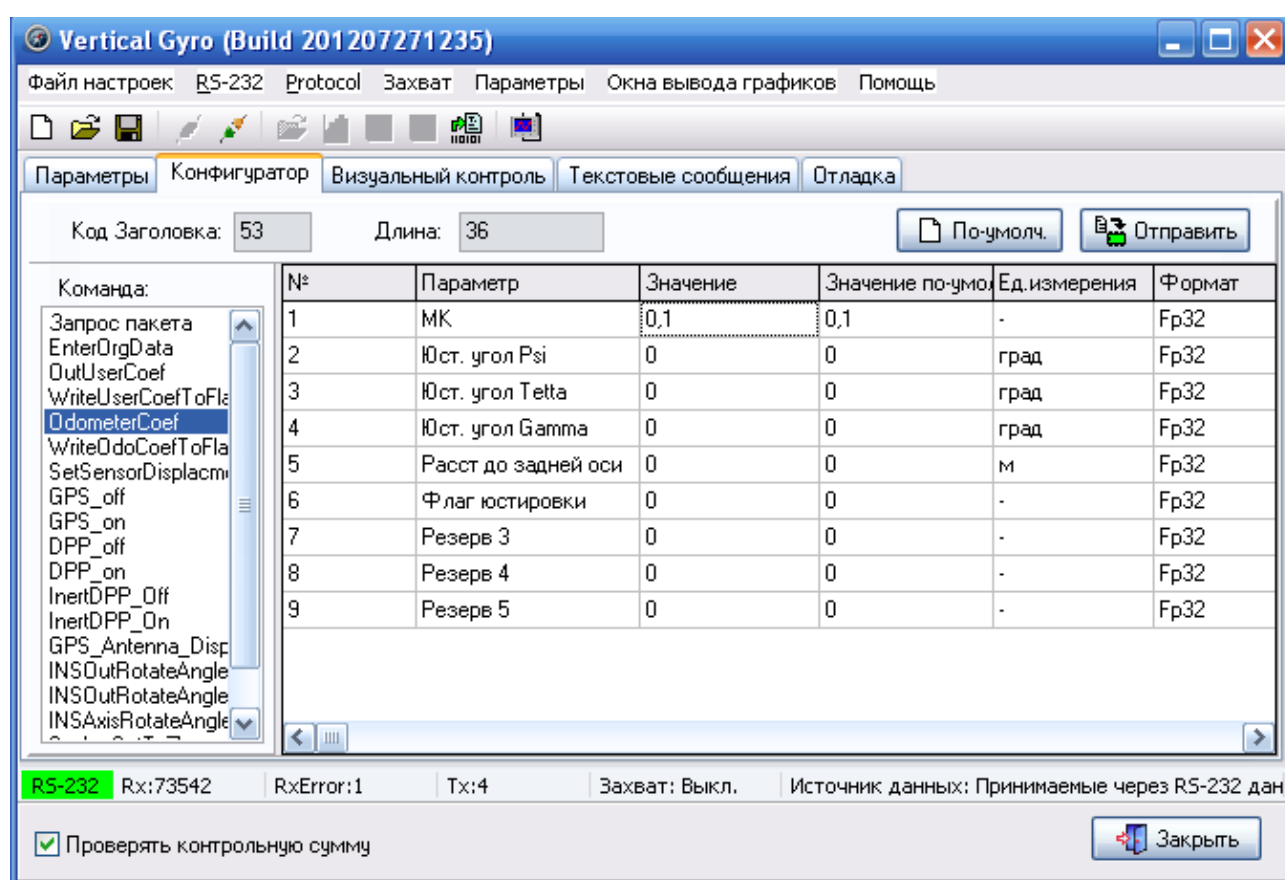

Рисунок 6
- во вкладке «конфигуратор», команда «OdometerCoef», нажать клавишу «Отправить», см. рисунок 6;